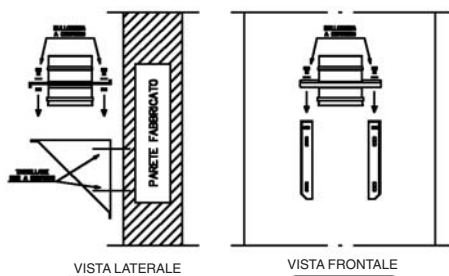
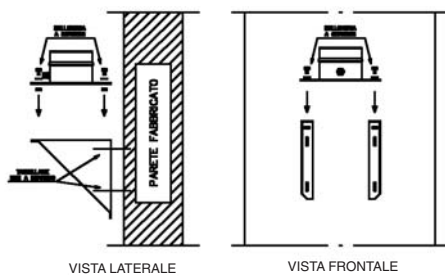

FIG. 3A Installazione coppia supporti con piastra intermedia
FIG. 3B Installazione coppia supporti con piastra di partenza
- fissare i due elementi della coppia supporti al muro, creando tra essi un piano di appoggio orizzontale; fissare successivamente la piastra serrando i dadi ai rispettivi bulloni come illustrato in fig. 3a e fig. 3b.